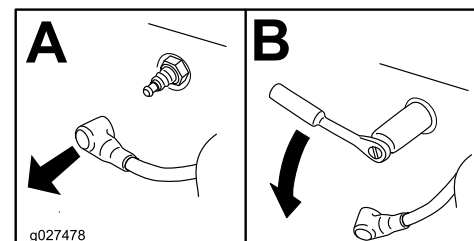

Figura 40
2. Retire la bujía, según se muestra en Figura 40.